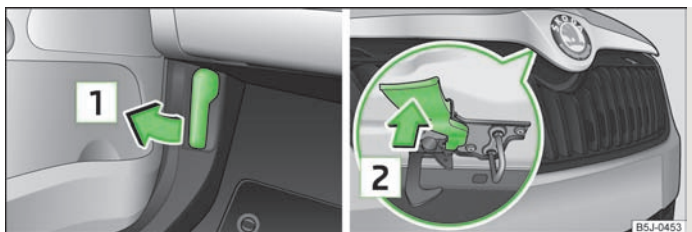

Fig. 113 Palanca de desbloqueo del capó/rejilla del radiador: Palanca de desbloqueo
- Tirar de la palanca de desbloqueo ubicada debajo del cuadro de instrumentos **1** » fig. 113.
- Presionar la palanca de desbloqueo en la dirección de la flecha **2** » fig. 113, el capó se desbloquea.